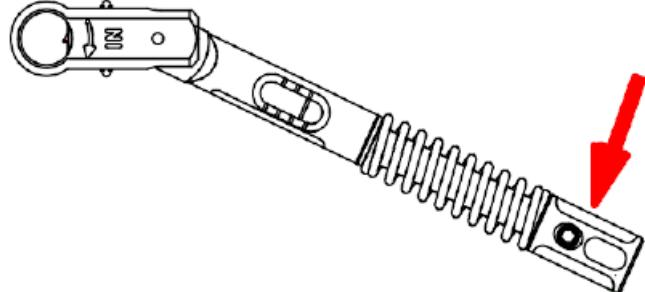

Abbildung 2
- Der Druckpunkt für eine exakte Drehmomentauslösung ist ausschließlich am Griff der Einstellmutter (siehe Pfeil in **Abbildung 2**).